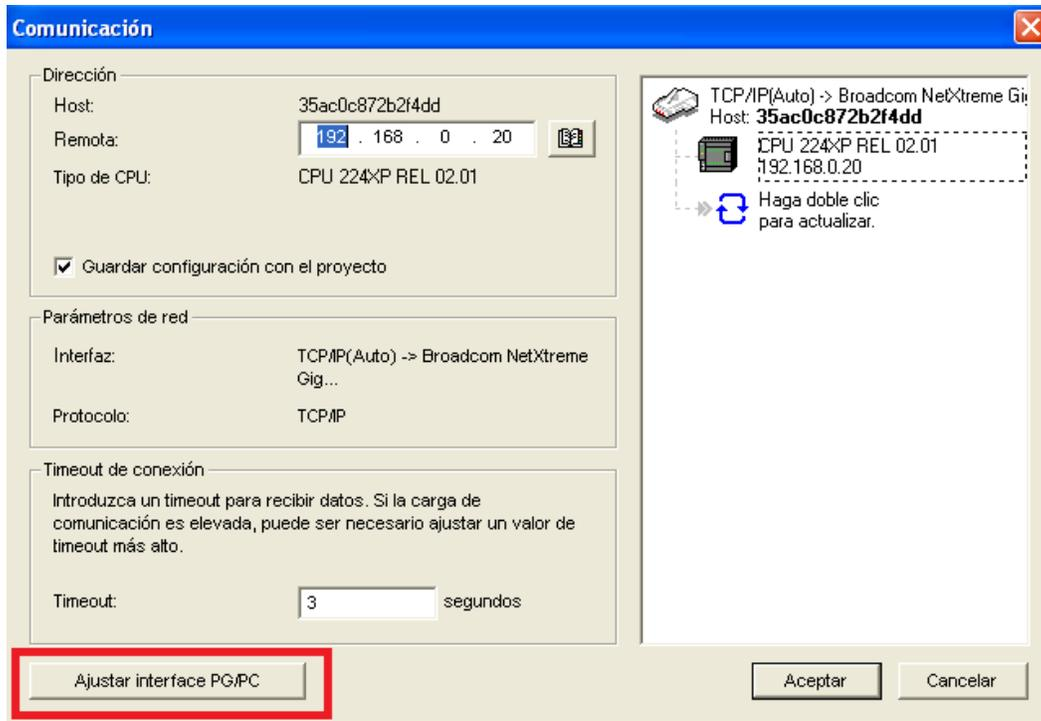

Imagen 10.
4.5. Luego haga clic en el botón “Ajustar interface PG/PC”. (Ver imagen 10)